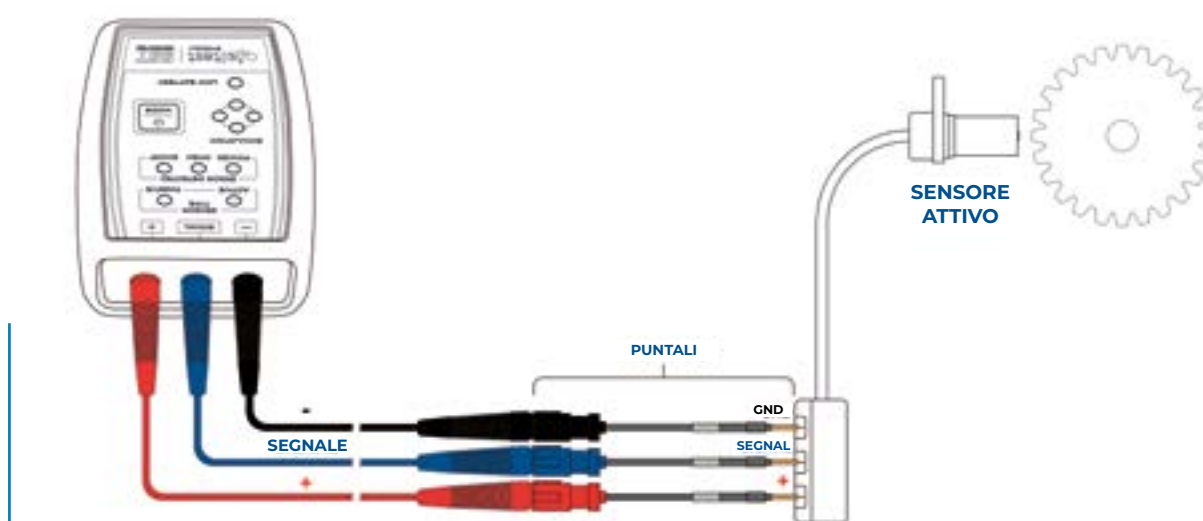

FIGURA 2
- 1 Scollegare il sensore di velocità dal veicolo e collegarlo al dispositivo Jaltest SST mediante puntali secondo la FIGURA 2 della sezione diagrammi di collegamento.
- 2 Accendere il dispositivo e entrare in modalità di Lettura Sensore Passivo agendo sul pulsante di selezione della modalità (1) in accordo con le pressioni descritte nella tabella delle funzioni della pag. 6. Deve essere acceso il led di sensore passivo, così come quelli degli errori che possono apparire.